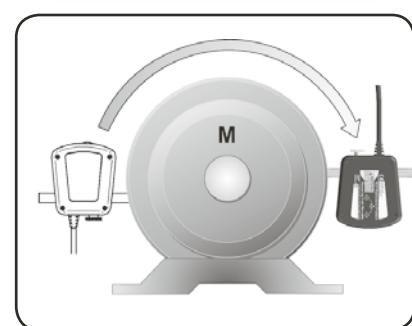

图18. 转到3点钟位置
- 根据显示屏上的圆圈符号上的位置提示，将测量单元旋转到3点钟位置（图18）。